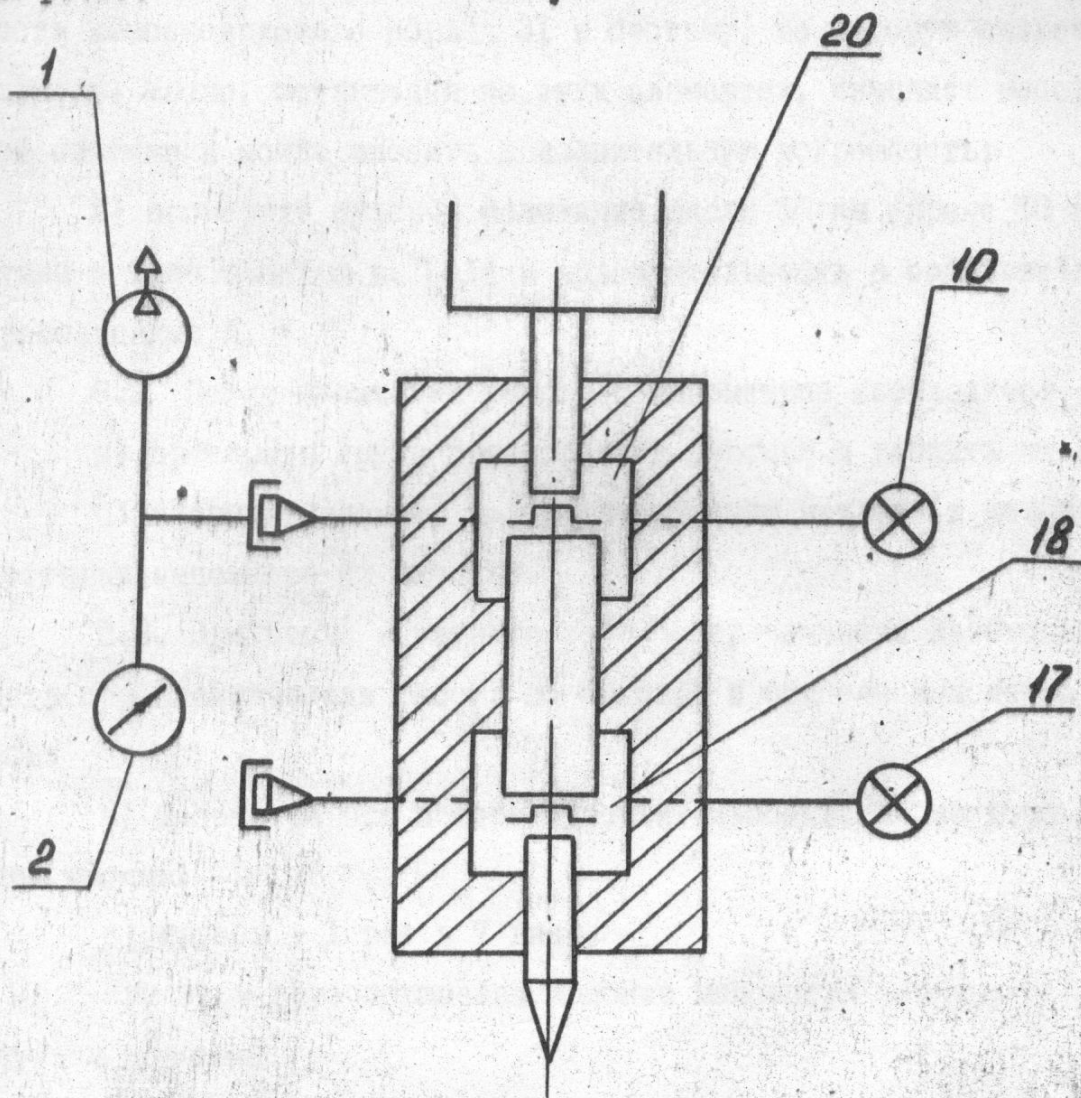

Рис. 8. Схема соединения манометра при измерении разрежения
- а) соедините манометр с установкой согласно рис. 8;